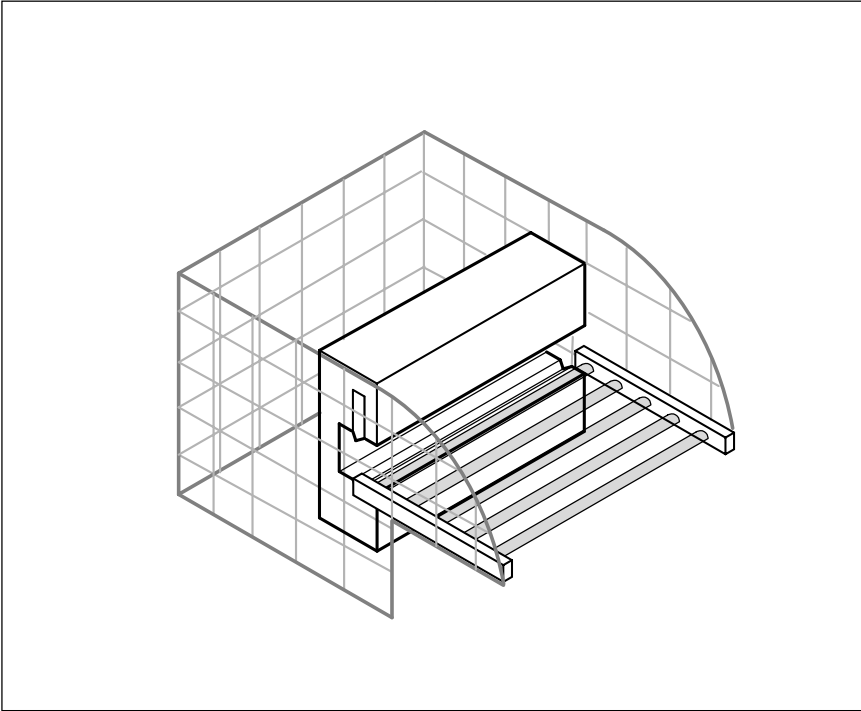

Figure 5. Protection horizontale de l'accès par une barrière photoélectrique de sécurité à 5 faisceaux MSL
- ▶ Protection des zones dangereuses (figure 5)